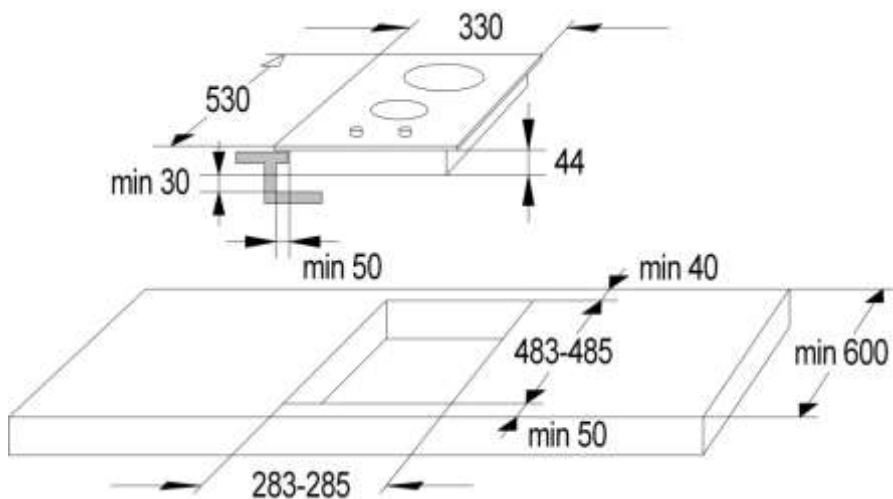

Рис. 1. Подготовка столешницы к монтажу.
2) Для монтажа варочной панели необходимо подготовить столешницу (Рис. 1).
- Отверстие в столешнице выполнить согласно размерам, указанным на Рис. 1.